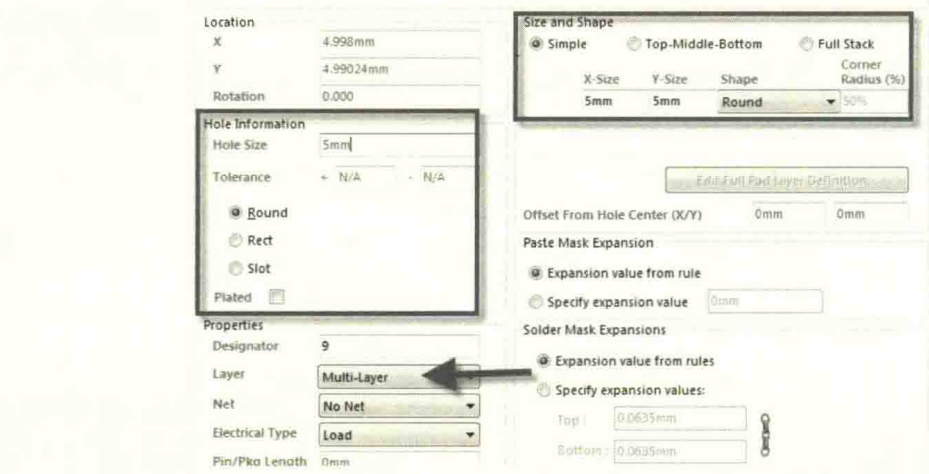

图 11-28 圆形挖槽数据信息填写
- ① Hole Size: 过孔的大小, 设置为“2mm”。
- ② Slot Length: 槽的长度, 设置为“10mm”。Rotation: 槽的角度调整, 这个根据实际情况填写。
- ③ Size and Shape: 焊盘的大小和形状选择。
- ④ Layer: 焊盘放置的层属性, 如果是通孔, 选择“Multi-Layer”。
- ⑤ Plated: 是金属化的时候进行勾选, 非金属化的时候勾选去掉。
- (2) 放置一个 5mm×5mm 的圆形挖槽, 数据信息填写如图 11-28 所示。